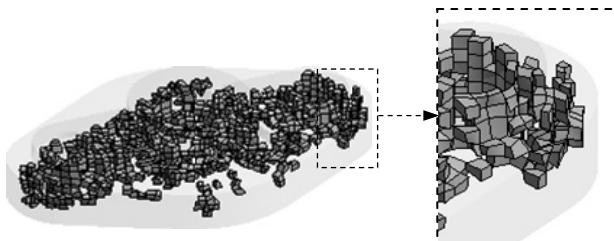

图 5.4.4 六面体单元
- ◆ —— Hex20 图例：表示 20 单元节点的六面体单元，单击图表中对应颜色的柱状图，在图形区显示所有的六面体单元，如图 5.4.4 所示。